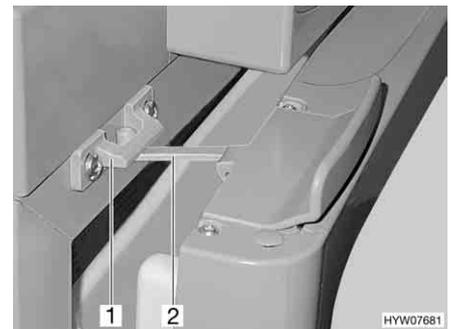

Fig. 160 Porta del frigorifero in posizione di ricircolo d'aria (Thetford)
- Aprire il bloccaggio (Fig. 160,2) e innestarlo nella sede di bloccaggio (Fig. 160,1). In questo modo la porta del frigorifero rimane ferma in posizione socchiusa.